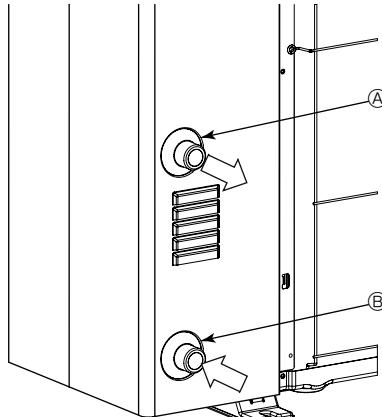

Fig. 5-1
### 5.1. Соединение водопроводных труб (Fig. 5-1)
- Положение входных и выходных труб показано на рисунке Fig. 5-1.
- [Fig. 5-1]